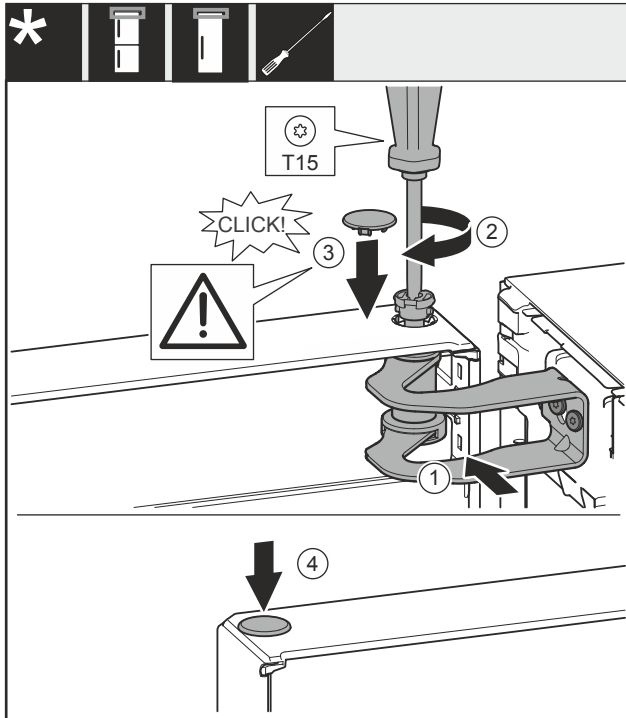

Fig. 24
- Niveloni derën për hapjen e saj në bazamentin mbështetës Fig. 24 (1).
- Futni bulonin Fig. 24 (2) dhe mbërthejeni me një kaçavidë.
- Vendosni kapakun mbulues Fig. 24 (3).
- Kontrolloni nëse kapaku mbulues Fig. 24 (3) qëndron mbi derë.
- Vendosni kapakun mbulues Fig. 24 (4).